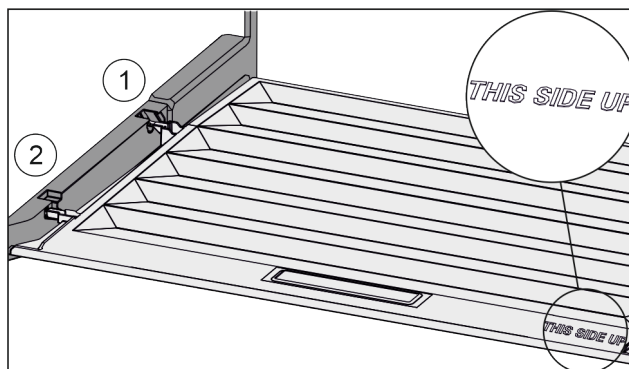

Fig. 125
- ▶ Robova predala vstavite nad odprtino zadnjega držala Fig. 125 (1), spredaj pa ju zataknete v držalo Fig. 125 (2).